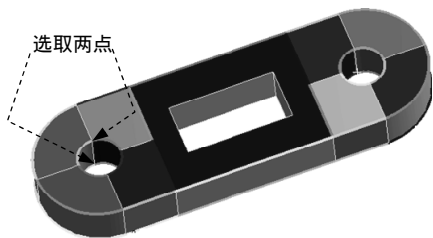

图 4.4.53 分割面结果 (三)
(3) 定义圆柱面的分割。参照(1)中的步骤,分别选择对应的分割点对圆柱面进行分割操作,结果如图 4.4.53 所示。